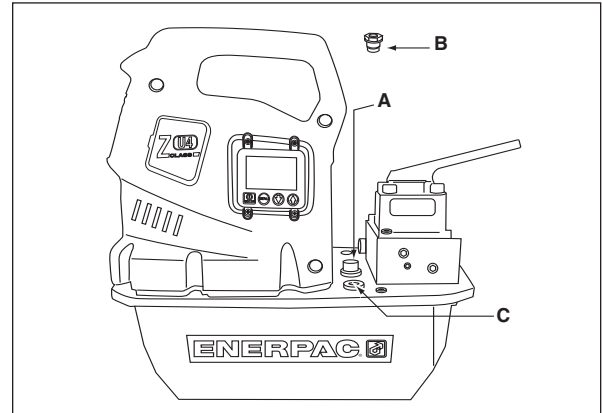
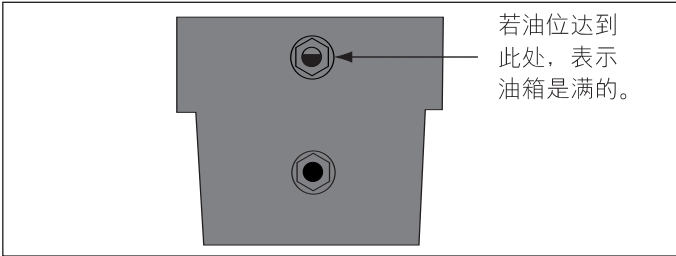

图2, ZU4 的通气口安装
图4
4.1 油箱通气口盖子 (见图2)
在启动之前应先检查泵的油位，若需要加油则从盖板上拆除SAE #10管塞（见图2）。若油位达到油位计的顶部，油箱就是满的。（图4）。